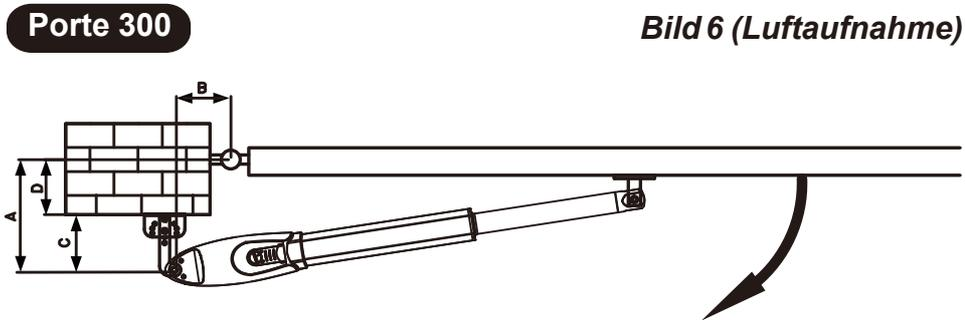

Bild 7
9) Nutzen Sie den Öffnungswinkel des Tores um die richtigen Einbaumaße zu ermitteln (Siehe auch Bild 7)
Achtung! A-Maß und B-Maß müssen zwingend eingehalten werden in dem angegebenen Bereich 130 - 190 mm (siehe Bild 7). Ansonsten kein einwandfreier Torlauf möglich.
- 7) Beziehen Sie sich auf den Abstand "B" wie auf Bild 7 ermittelt. Halten Sie die Rückplatte der Halterung an dem vorgesehenen Montagepunkt. Überprüfen Sie die Abstände wie auf Bild 13 angegeben.